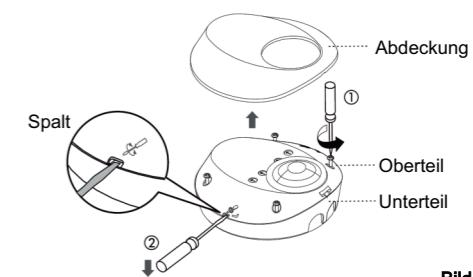

Bild 8
- 3.4.1.2 Schrauben sie die vier Schrauben auf dem Oberteil auf und trennen Sie es vom Unterteil. (Siehe Bild 8)